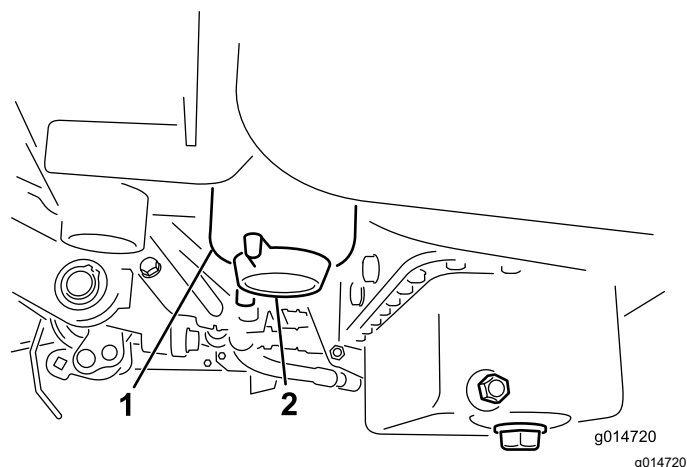

Figura 35
2. Pulite la superficie circostante la scatola del filtro (**Figura 35**).
4. Aprite il tappo di spurgo del filtro (**Figura 35**).